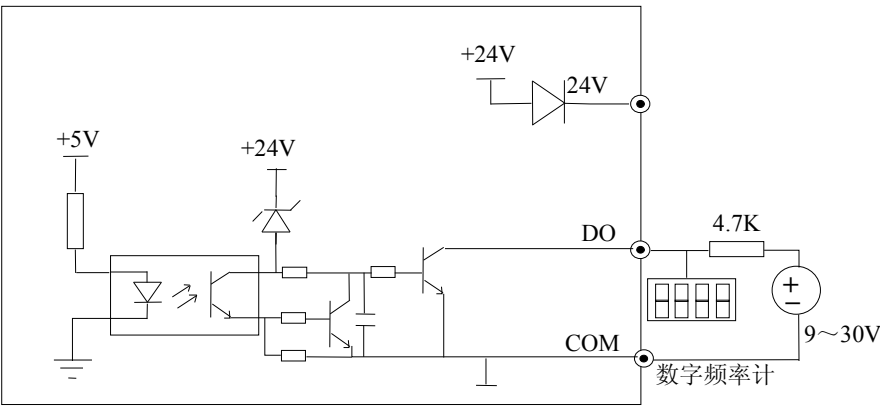

图 2-23 输出端子DO连接方式2
4) 数字脉冲频率输出DO也可使用外部电源，9~30V，接线方式请参见图2-23